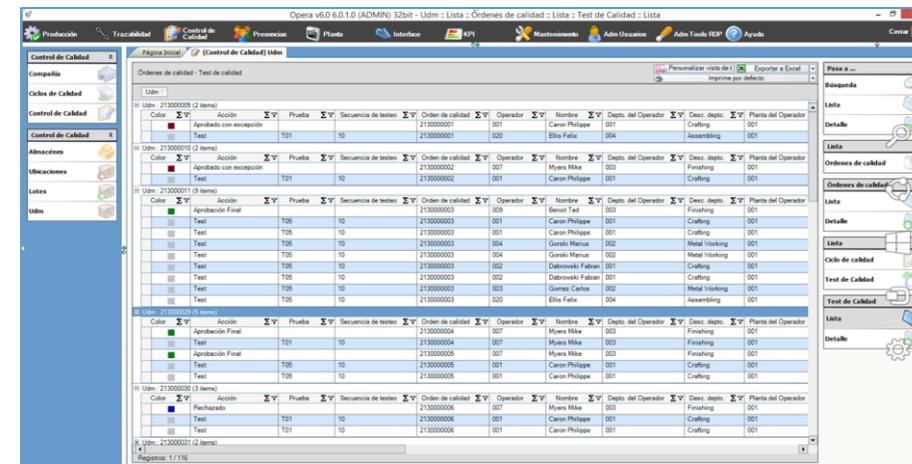

Imagen 2: Envío a máquina de recetas y parámetros y recogida de datos.
- **Envío a máquinas** de recetas, **parámetros** de proceso, y **recogida automática de variables de proceso** (temperaturas, presiones, etc.) para el seguimiento y monitorización de estas variables por lote y orden de fabricación. (Imagen 2)